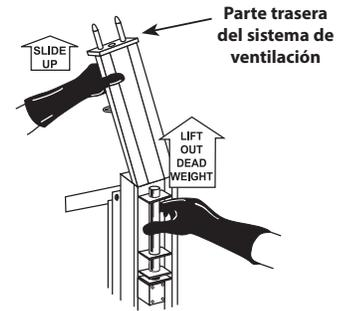

ILUSTRACIÓN 23 (PARA MODELOS PF)
- 16a. Para modelos PF: limpie las piezas del sistema de ventilación.** Retire el peso muerto y limpie el bloque de ventilación (Ilustración 23). Limpie el peso muerto en un fregadero, séquelos con un paño y pongálos de nuevo en su sitio.